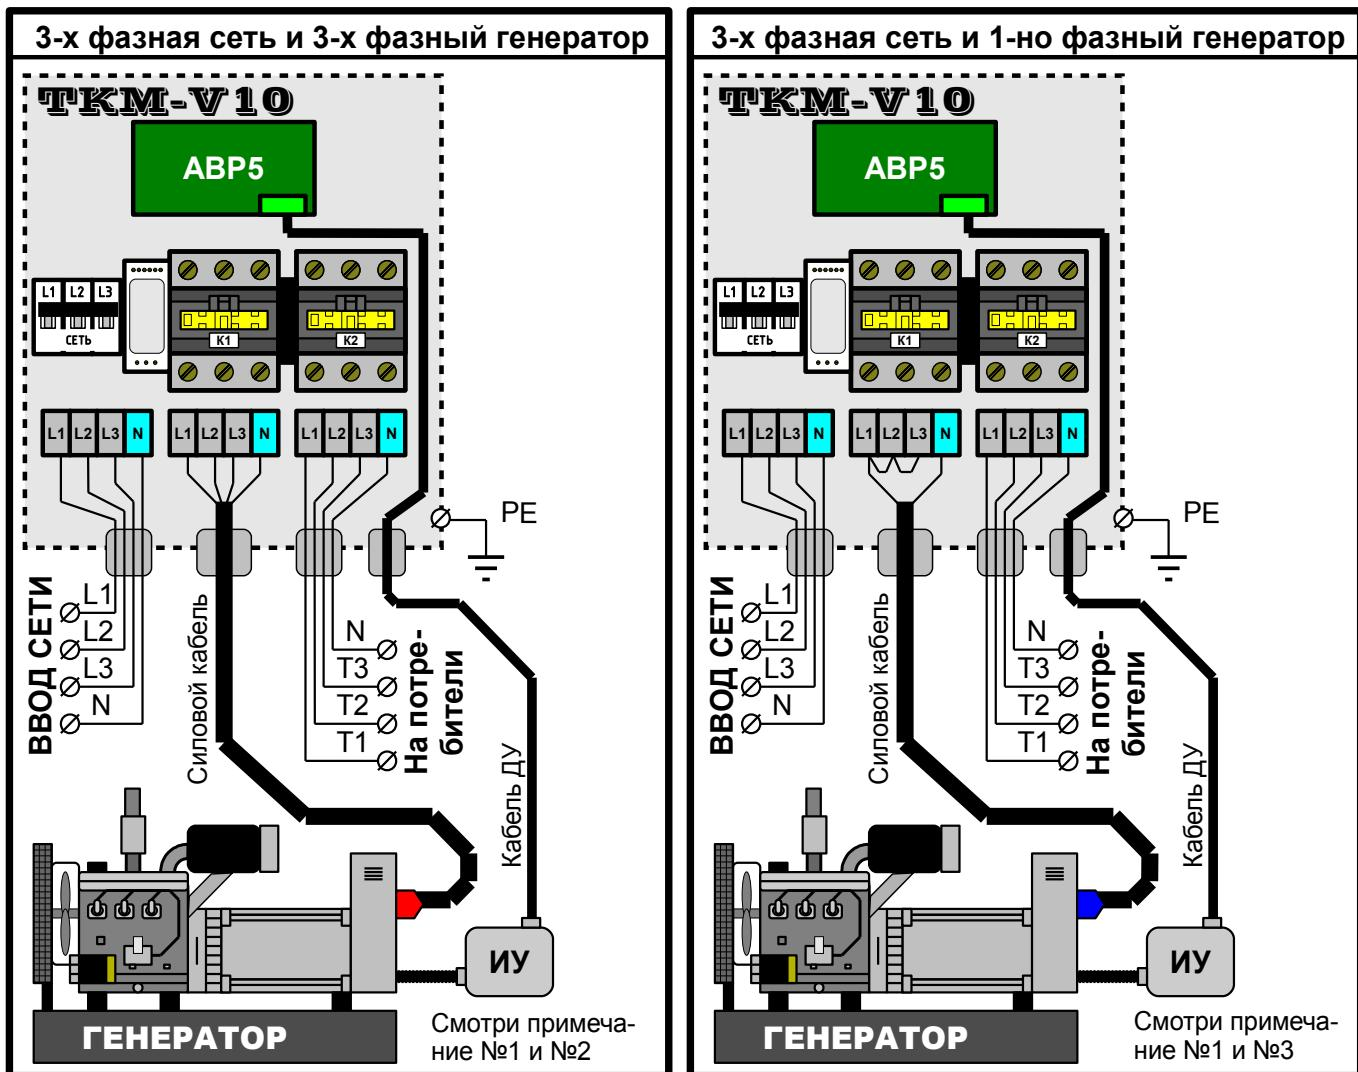

Рис.4. Варианты подключения силовых цепей блока ТКМ-В10.
10. Подсоедините резервируемую линию (потребители) и ввод сети. Выбор варианта подключения в зависимости от количества фаз показан на рис.4. **Обязательно подключите заземление!!!**
Примечания к рис.4: